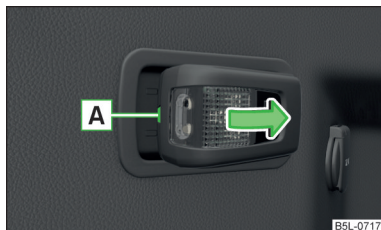

Fig. 186
- Extraire la lampe » fig. 186 en la tirant dans le sens de la flèche.